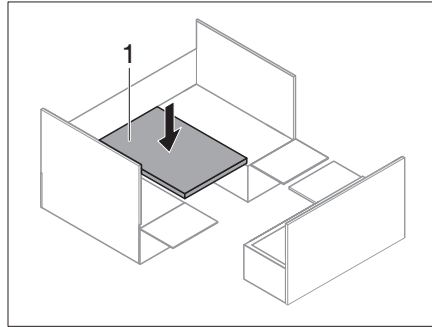

Bild 218 Hängbord neråt
- Flytta hängbord (Bild 218,1) från den övre hängskenan till den under hängskenan.